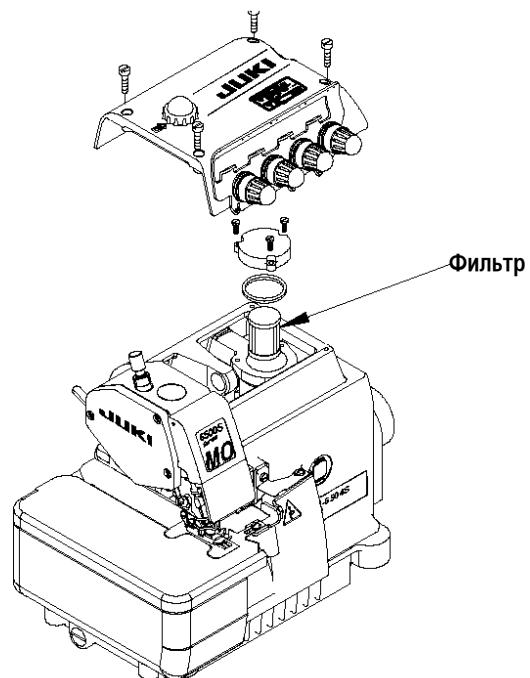

Рис. 17
(3) Для продления срока службы данная машина снабжена масляным фильтром. Снимайте и чистите его каждый месяц или заменяйте новым по мере необходимости. (Рис. 17)